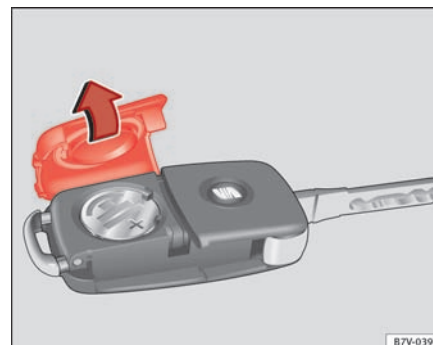

Fig. 43 Bilnøgle: Sådan åbnes dækslet til batterirummet.
Batteriet sidder på bagsiden af bilnøglen under en afdækning ⇒ Fig. 43.
- Tag afdækningen på bagsiden af bilnøglen ⇒ Fig. 43 af i pilens retning ⇒ ❶.
- Sæt afdækningen på som vist på billedet ⇒ Fig. 43, og tryk den mod pilens retning på bilnøglehuset, indtil den går i hak.